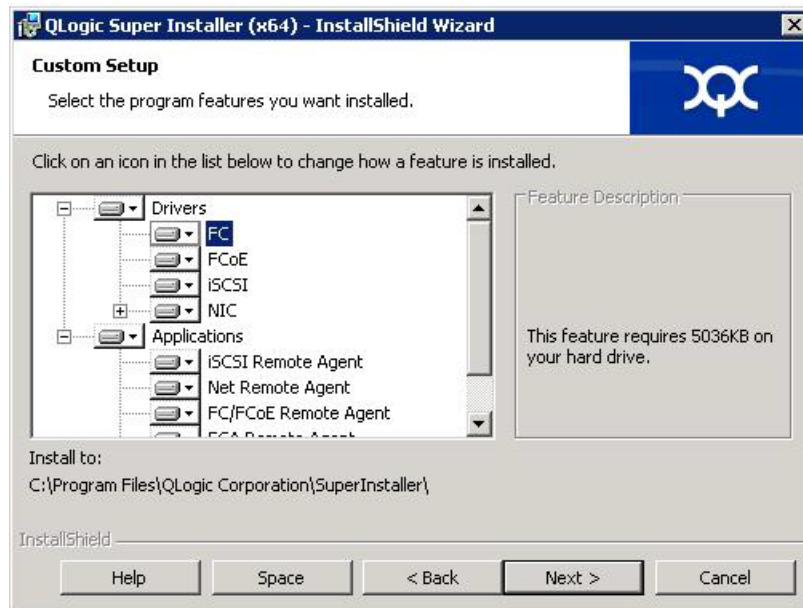

Ilustración 2-5. Asistente InstallShield: Ventana Custom Setup (Configuración personalizada)
6. Si ha seleccionado **Custom** (Personalizada) en el paso 5, complete la ventana Custom Setup (Configuración personalizada) (Ilustración 2-5 en la página 9) de la siguiente forma: